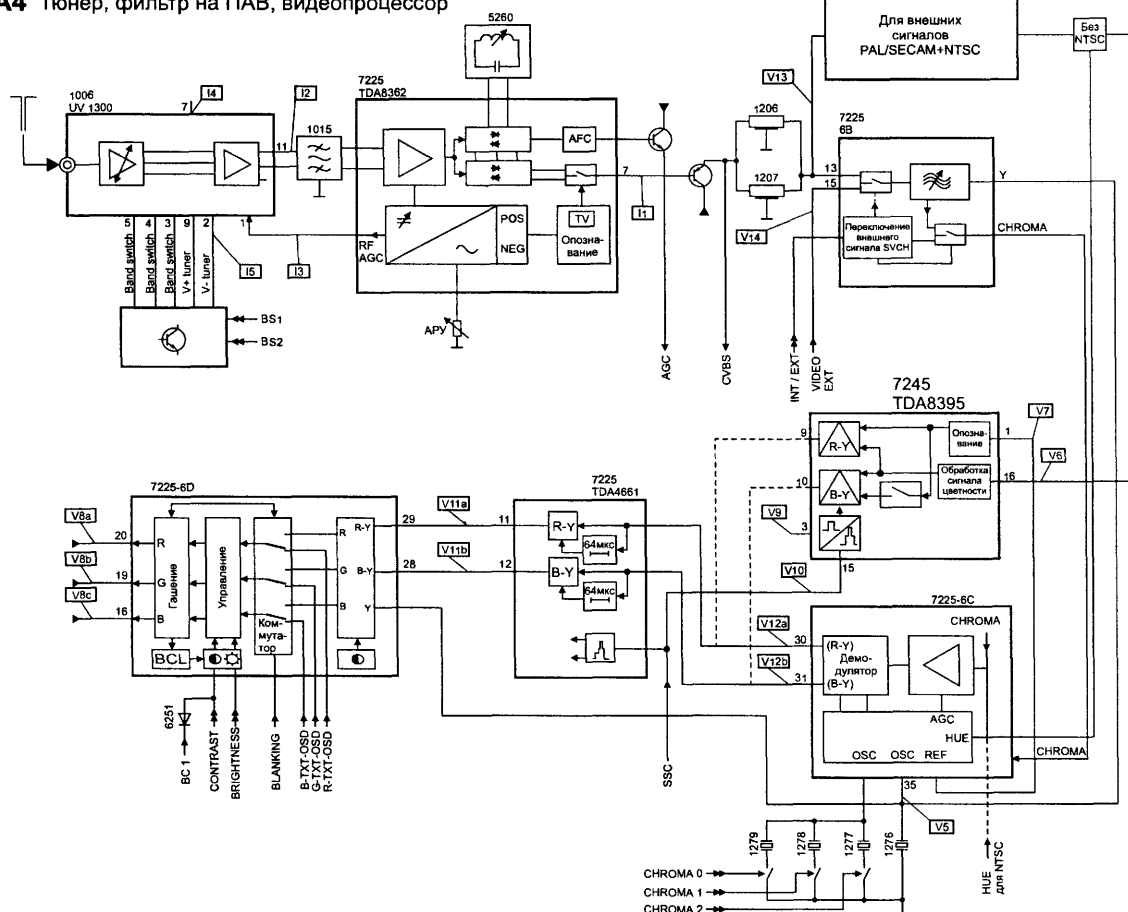

Рис. 3.3. Блок-схема. Тюнер, фильтр на ПАВ, видеопроцессор
**Узел 1** (рис. 3.3—3.5). Тюнер 1000 типа UV1300 позволяет принимать телевизионные сигналы метрового и дециметрового диапазонов. Пе-